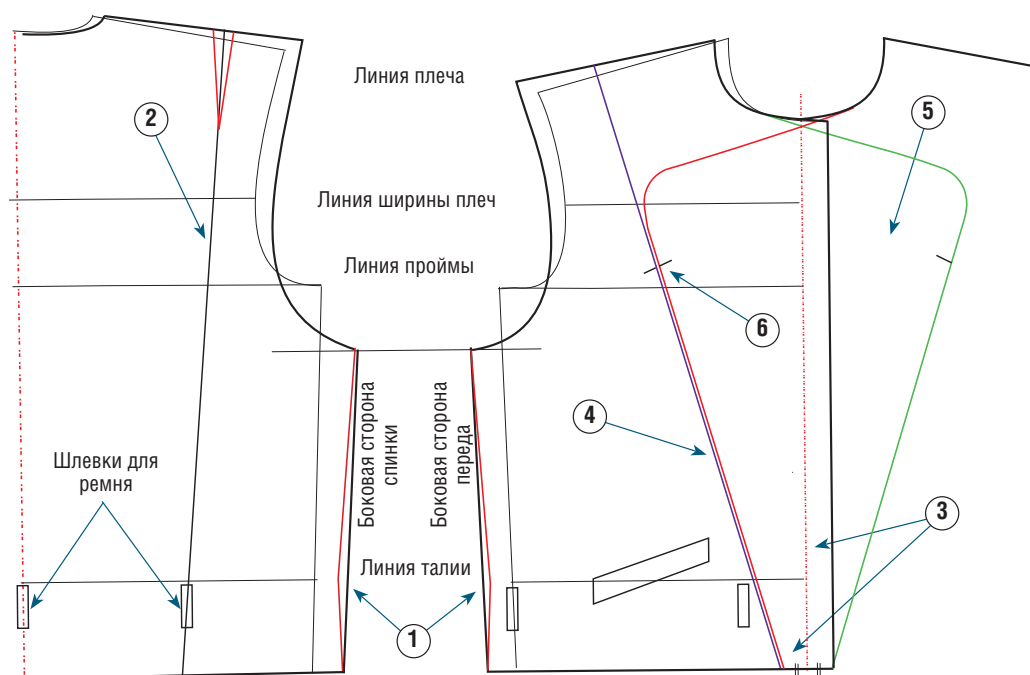

Рис. 1
① В большинстве случаев у таких курток расширение на свободное облегание делается на уровне верхней части тазобедренного сустава и составляет 12–16 см. Маленькие (1–2 см) защипы по линиям боковых срезов придают куртке красивую форму, однако не являются обязательными, их наличие зависит от вида выбранной модели и особенностей телосложения того, кто ее будет носить.
② Начертите прямую, которая будет обозначать линию разреза спинки. Она может начинаться от любой точки на линии плеча, однако для улучшения внешнего вида куртки ее рекомендуется разместить ближе к середине ширины плеча. Если силуэт обладателя куртки предусматривает наличие плечевой вытачки, ее лучше встроить в этот разрез, длина которого должна быть не более 10 см.
③ Чтобы обозначить ширину полузаноса (запаха), проведите линию, параллельную середине переда. Чтобы припуски на соединительные швы на каждом конце не накладывались друг на друга (на одном конце заканчивается соединительный шов декоративного разреза, а на другом – шов, притачивающий застежку-молнию), ширина полузаноса должна быть не менее 5 см. Отложите отмеченную ширину на другой стороне линии середины переда.
④ От этой точки начертите линию декоративного разреза переда: на уровне линии плеча она соединяется с декоративным разрезом спинки (на рис. 1 показана синей линией).
⑤ Нарисуйте отвороты (на рис. 1 отмечены красным цветом), учитывая кривую горловины на середине переда и линию декоративного разреза, начерченную на предыдущем этапе. Это необходимо для того, чтобы воротник на застегнутой куртке находился на середине горловины, а ширина отворота была достаточной и не тянула. С помощью кальки или копировального ролика отзеркальте форму отворота с другой стороны середины переда (на рис. 1 показан зеленым цветом).